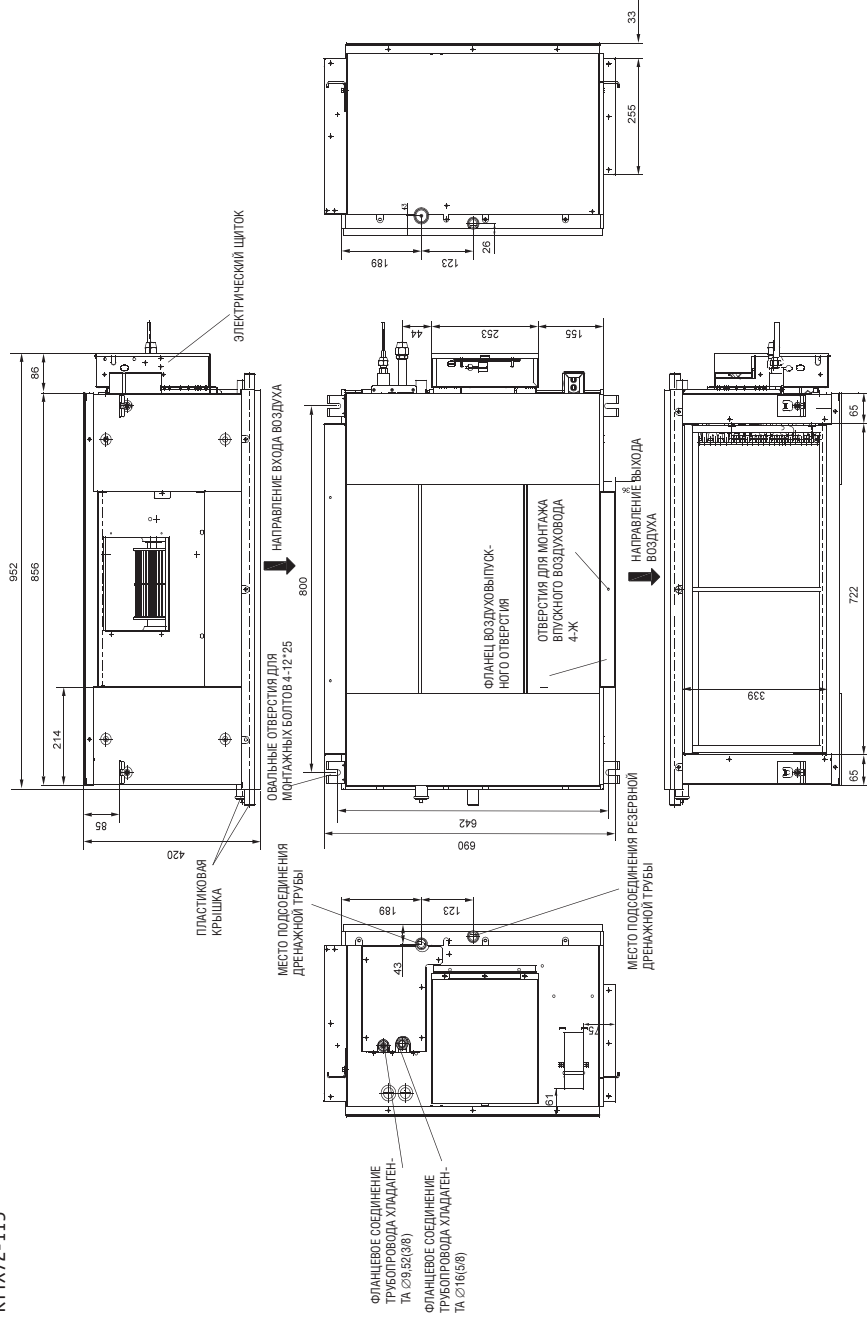

Рис. 9
1. Наиболее распространённый метод монтажа: размеры для внутреннего блока в соответствии с рис. 9.
Наиболее распространённый метод монтажа: размеры для внутреннего блока в соответствии с рис. 9 и 10.